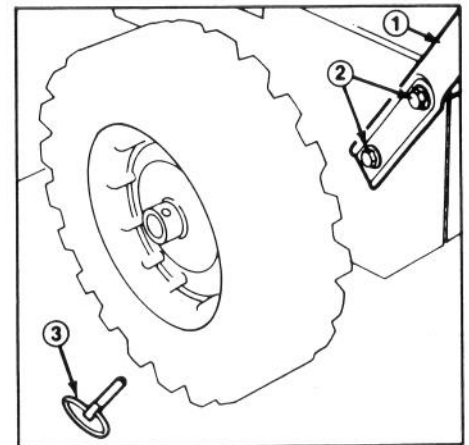

Figure 1
2. Mettez le mancheron gauche en position sur le côté de la machine, alignez les trous de montage du mancheron avec les trous de la plaque latérale et fixez à l'aide de deux vis à tête et rondelles pyramidales que vous serrerez avec les doigts (Fig. 1). Répétez l'opération sur le côté droit. Assurez-vous que les deux mancherons se trouvent bien à la même hauteur (parallèles) avant de serrer les vis des mancherons des deux côtés de la machine.
**Remarque:** la goupille de retenue de la roue peut être retirée et la roue déplacée vers le bout de l'essieu pour obtenir un plus grand dégagement (Fig. 1).